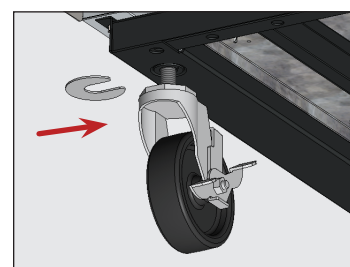

Fig. 9. Inserire lo(gli) spessore(i) della ruota. Assicurarsi di stringere a sufficienza il gambo della ruota.
5. Nell'estremità inferiore dell'apparecchio, allentare la vite della ruota orientabile tanto da far scorrere gli spessori della ruota tra i cuscinetti della ruota e la guida inferiore dell'apparecchio. Vedere fig. 9.
6. Installare il numero desiderato di spessori. Vedere fig. 9.